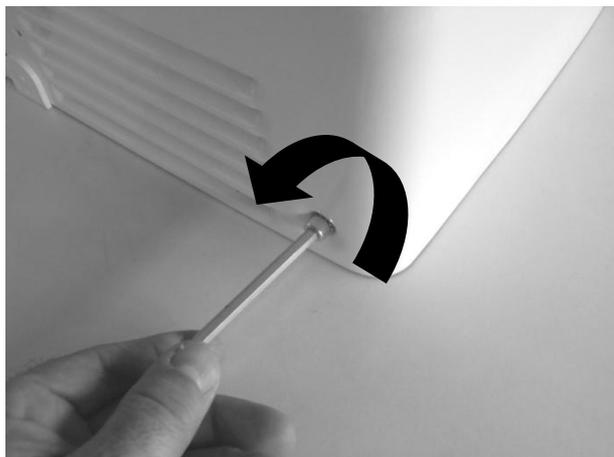

Fig.2
2. Svitare le viti del coperchio per consentire l'estrazione della carrozzeria dalla base utilizzando la speciale chiave (fig.2).